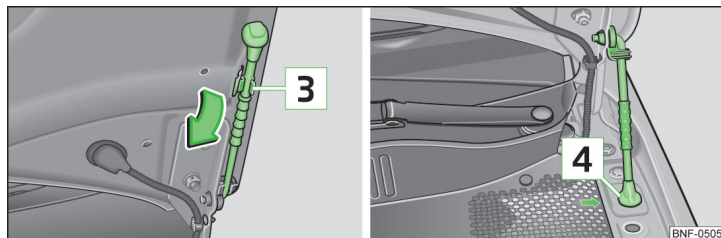

Bild 97 Säkra motorhuven
- Ta ut huvstödet i pilens riktning **3** » bild 97.